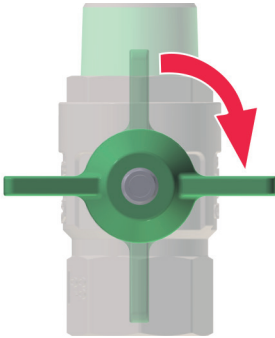

Abb. 33: Hauptabsperrventile schliessen
- Alle Hauptabsperrventile (Abb. 33) der Frischwasserstation schliessen.
Das Ventil (Abb. 33) dient der Entlüftung beim Entleeren.